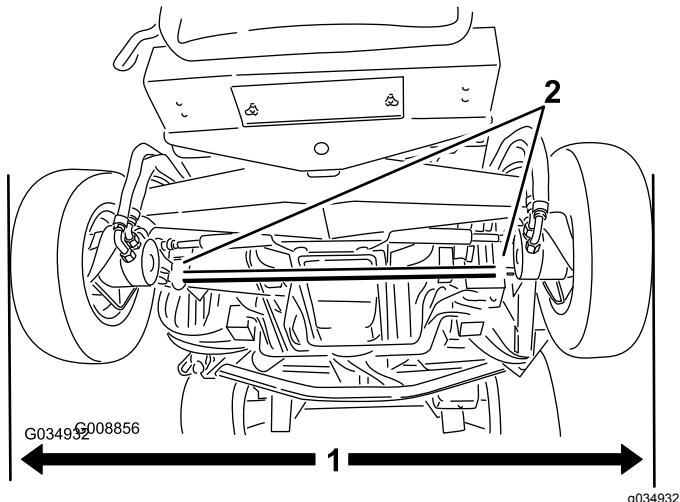

Figura 105
1. Con gli pneumatici posteriori in posizione diritta, misurate la distanza esterna (all'altezza dell'assale) sulla parte anteriore e posteriore degli pneumatici posteriori (Figura 105).
2. Per regolare la convergenza, allentate i morsetti su entrambe le estremità dei tiranti (Figura 105).